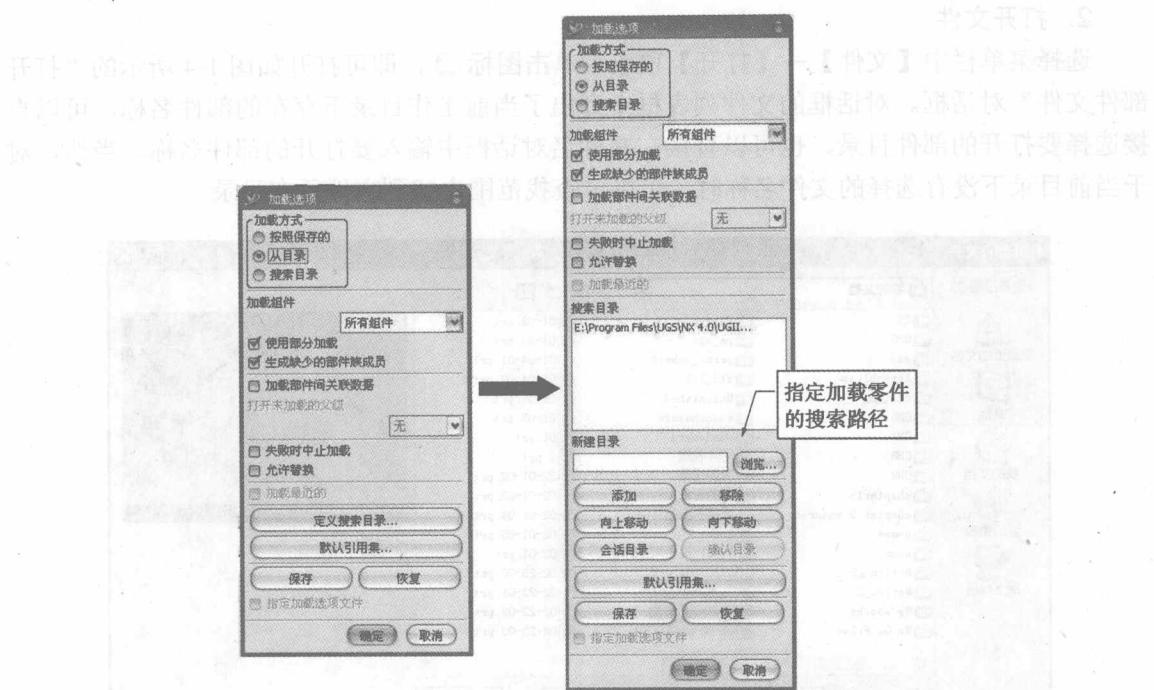

图 1-5 加载选项
- 选项：该选项用于设置打开文件的路径、加载方式等内容的详细设置，如图 1-5 所示，单击【定义搜索目录】项，弹出如 1-5 右图所示界面。打开【浏览】项，指定打开零件所在的路径，然后单击【添加】按钮，将该路径添加到搜索目录中，最后单击【保存】按钮，保存设置。